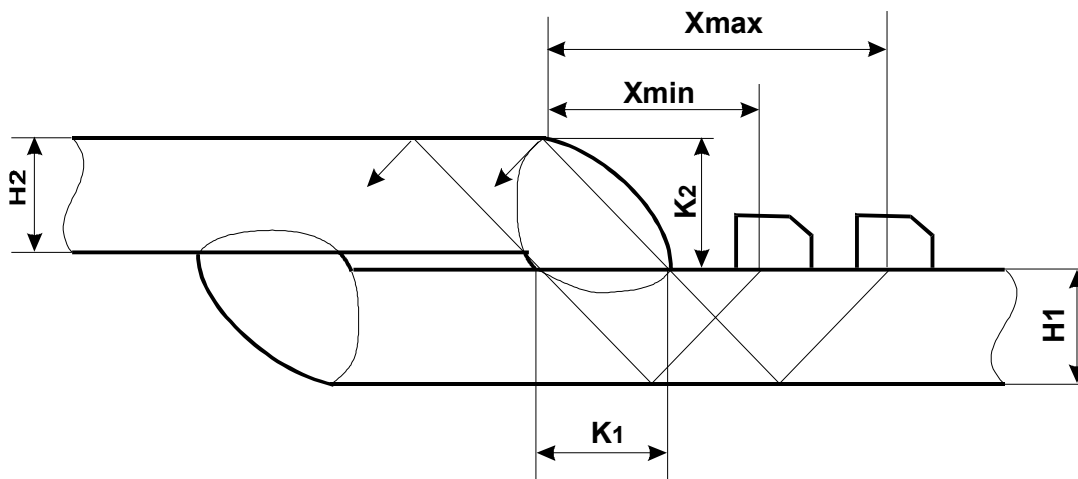

Рисунок 6.8
6.5.1 Ультразвуковой контроль соединений, сваренных внахлест, проводится обычно со стороны нижнего листа однократно отраженным лучом по совмещенной схеме (рис. 6.8). С верхнего листа контроль может производиться при ограниченном доступе со стороны нижнего листа, а также для уточнения результатов контроля.